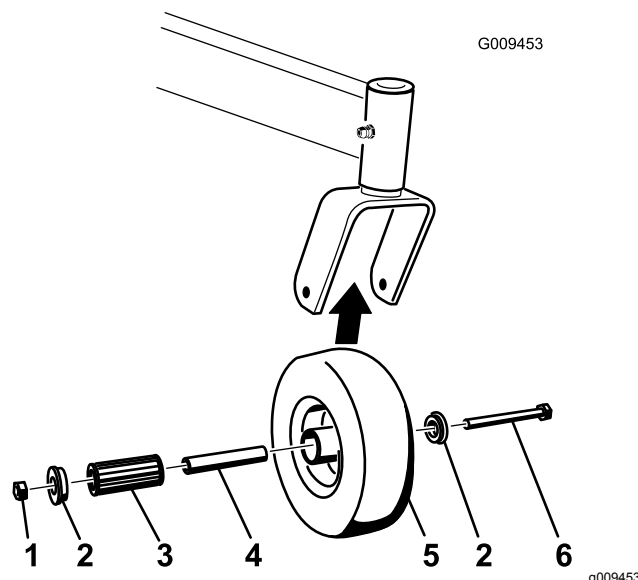

図 61
1. キャスタホイールをキャストフォークに保持しているボルトとロックナットを外す 図 61。
2. ブッシュをひとつ外し、次にスパナブッシュとローラベアリングをハブから外す 図 61。
3. ハブについているもうひとつのブッシュも外し、ハブについているグリスや汚れを除去する 図 61。
注 破損したり磨耗したりしている部品は交換する 図 61。
5. ホイールハブにブッシュを一つ入れる 図 61。
6. ローラベアリングとスパナブッシュにグリスを塗って、ホイールハブに取り付ける 図 61。
7. ハブにもうひとつのブッシュを入れる 図 61。
8. キャスタホイールをキャストフォークに取り付け、ホイールボルトとロックナットで固定する 図 61。
9. スパナブッシュがキャストフォーク内部に当たるまでロックナットを締め付ける 図 61。